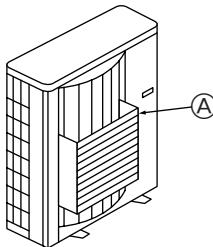

Fig. 2-4
- ② Cihaz, tayfun, vb.'nin yol açabileceğii şiddetli rüzgarların hava çıkışına doğrudan gelebileceği yerlere monte edildiği takdirde, isteğe bağlı olarak sağlanan hava çıkış kılavuzu ve hava kılavuzu takın. (Fig. 2-4)